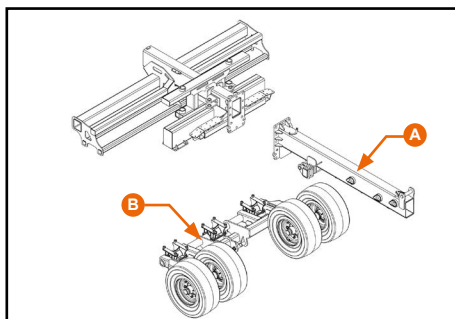
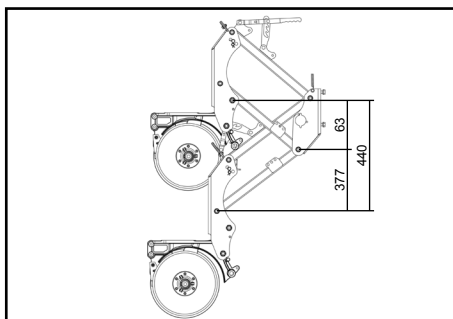

Figura 8
Figura 9
Quando o transporte do implemento não for através de arrasto, e sim através de outro veículo, a Estrela possui outro recurso, que é a desmontagem do tubo do cabeçalho (A) e do rodado de transporte (B), carregando o implemento aberto sobre o veículo de transporte (Figura 8). A representação do curso da linha de sementes pode ser visto conforme figura abaixo (Figura 9).